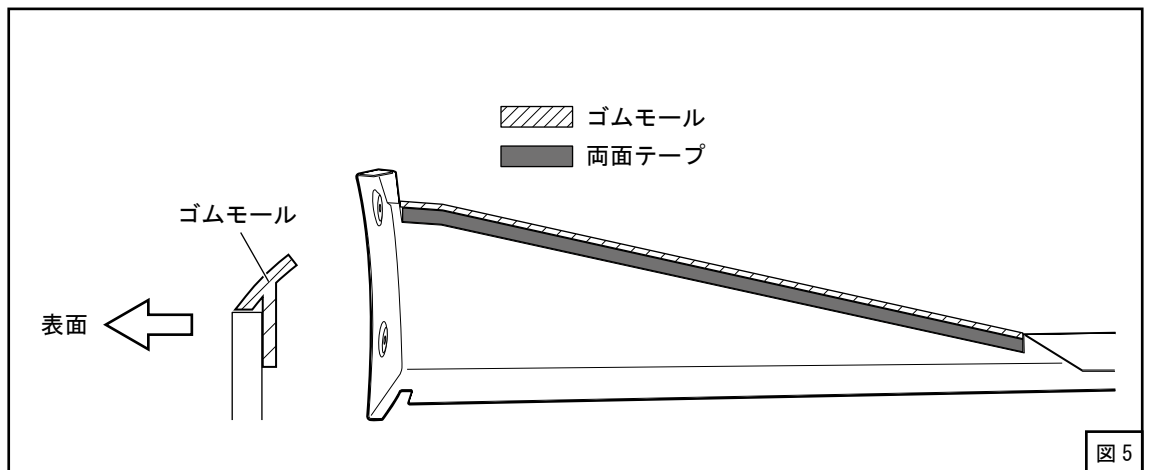

図 5
- (6) サイドスカート LH 裏面にゴムモールと両面テープを貼付けてください。(図 5) それぞれ図 5 を参照してカットして使用してください。